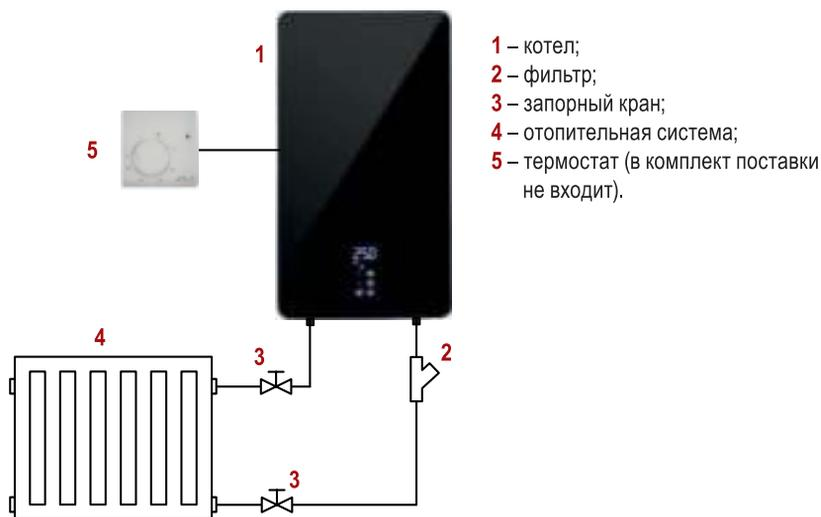

Рисунок 19 - Подключение термостата (в комплект поставки не входит)
4.5.3 Подключение комнатного термостата к котлу (см. рисунок 19) производится двужильным медным проводом сечением не менее 0,75 мм² и максимальной длиной до 15м.